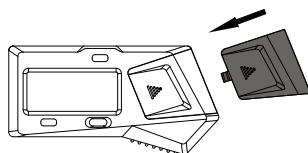

fig.3
- Fermer le couvercle de la batterie (fig.3)